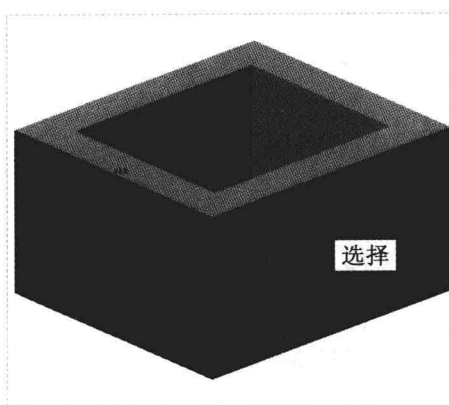

图 6-31 选择拔模面
Step 02 在“功能区”选项板的“模型”选项卡中，单击“工程”面板中的“拔模”按钮，弹出“拔模”选项卡，按住【Ctrl】键的同时，在绘图区选择拔模面，如图 6-31 所示。